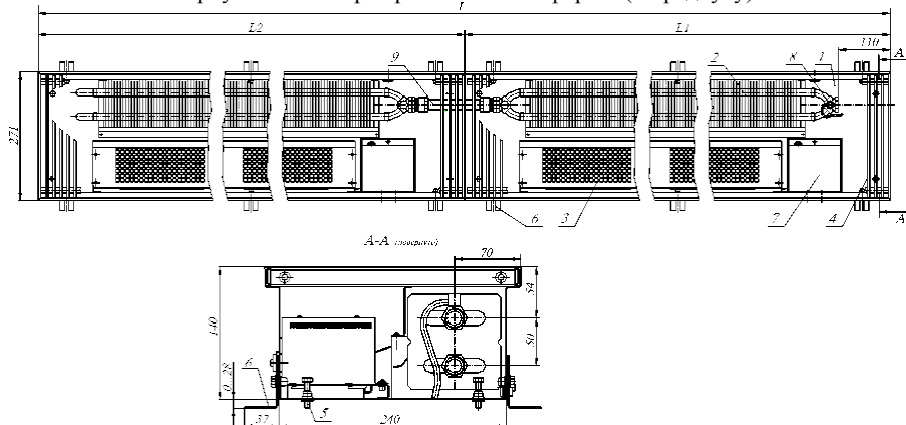

Рис.1 Конвектор КVK 27.14.310...600 – VK (VT) - П.
Каждая секция имеет (см. рис.1):
4.2 Размеры и технические характеристики приборов представлены на Рис.1,2,3,4 и в таблицах.